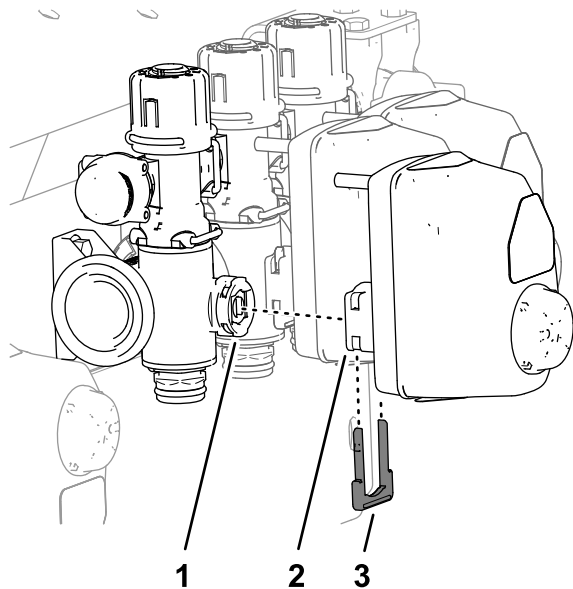

Figure 48
1. Retirez l'étrier qui fixe l'actionneur à la vanne du collecteur associée à la vanne de section (Figure 48).
2. Déposez l'actionneur de la vanne du collecteur (Figure 48).